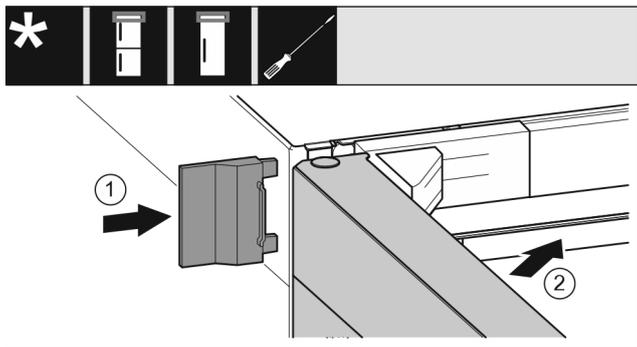

Fig. 36
- ▶ Placer l'habillage extérieur. Fig. 36 (1)